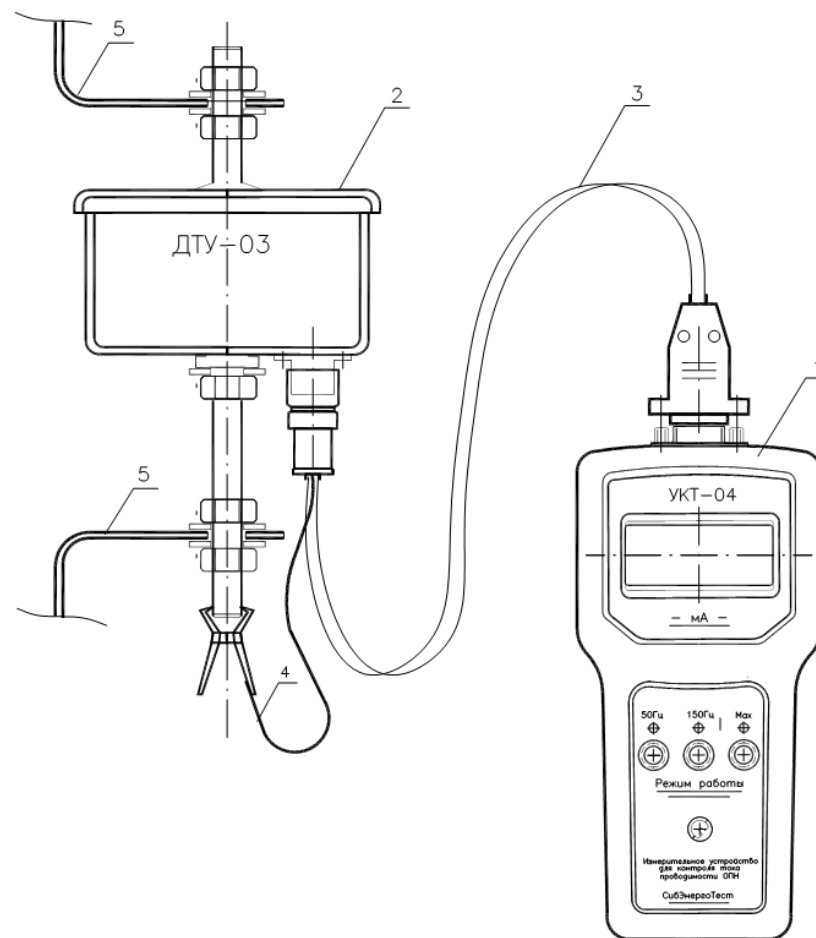

Рисунок 4 - Схема подключения пульта к датчику при измерениях.
7.1 Подготовка к проведению измерений (рисунок 4)